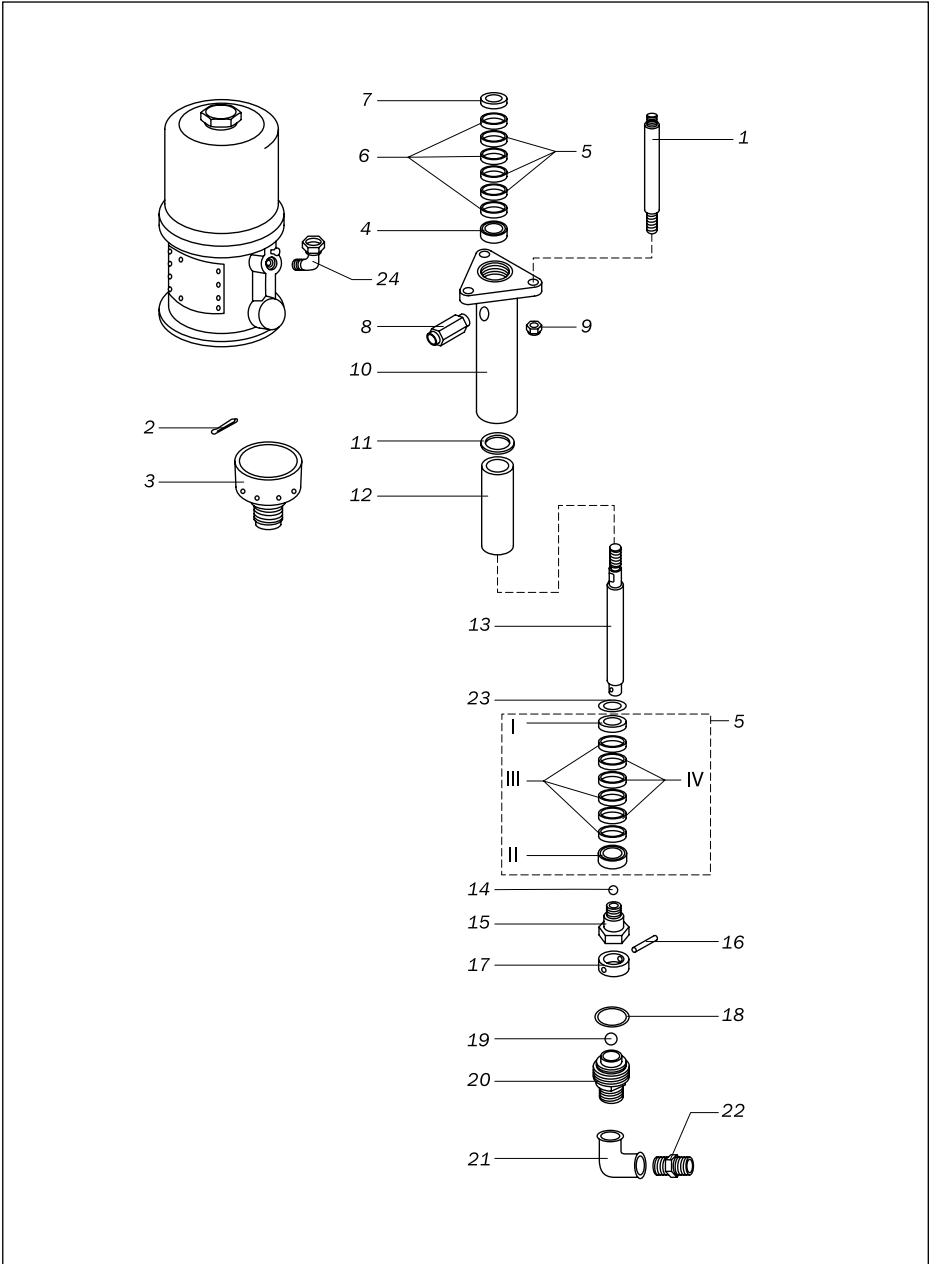

Рис. 9.2.1. Деталировочный чертеж насоса окрасочного аппарата.
1. Отсоединить от отвода 24 (рис. 9.2.1) воздушный рукав.
14. Присоедините воздушный рукав к отводу 24 (рис. 9.2.1).
9.2.1. Детализированный чертеж насоса окрасочного аппарата (рис. 9.2.1).
2. Ослабить герметизирующую втулку 3 (рис. 9.2.1).